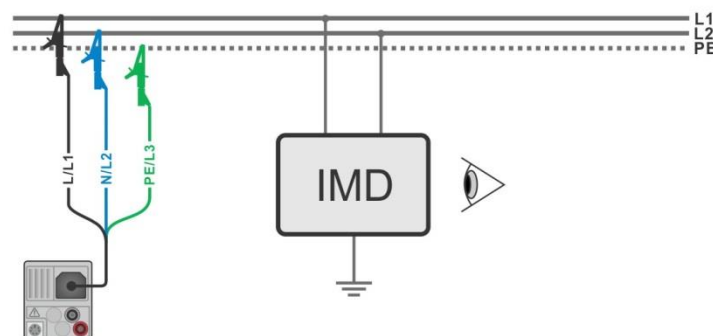

Abbildung 8.13: AUTO IT Messung
- Schließen Sie die Prüfleitungen am Prüfling an, siehe **Abbildung 8.13**.